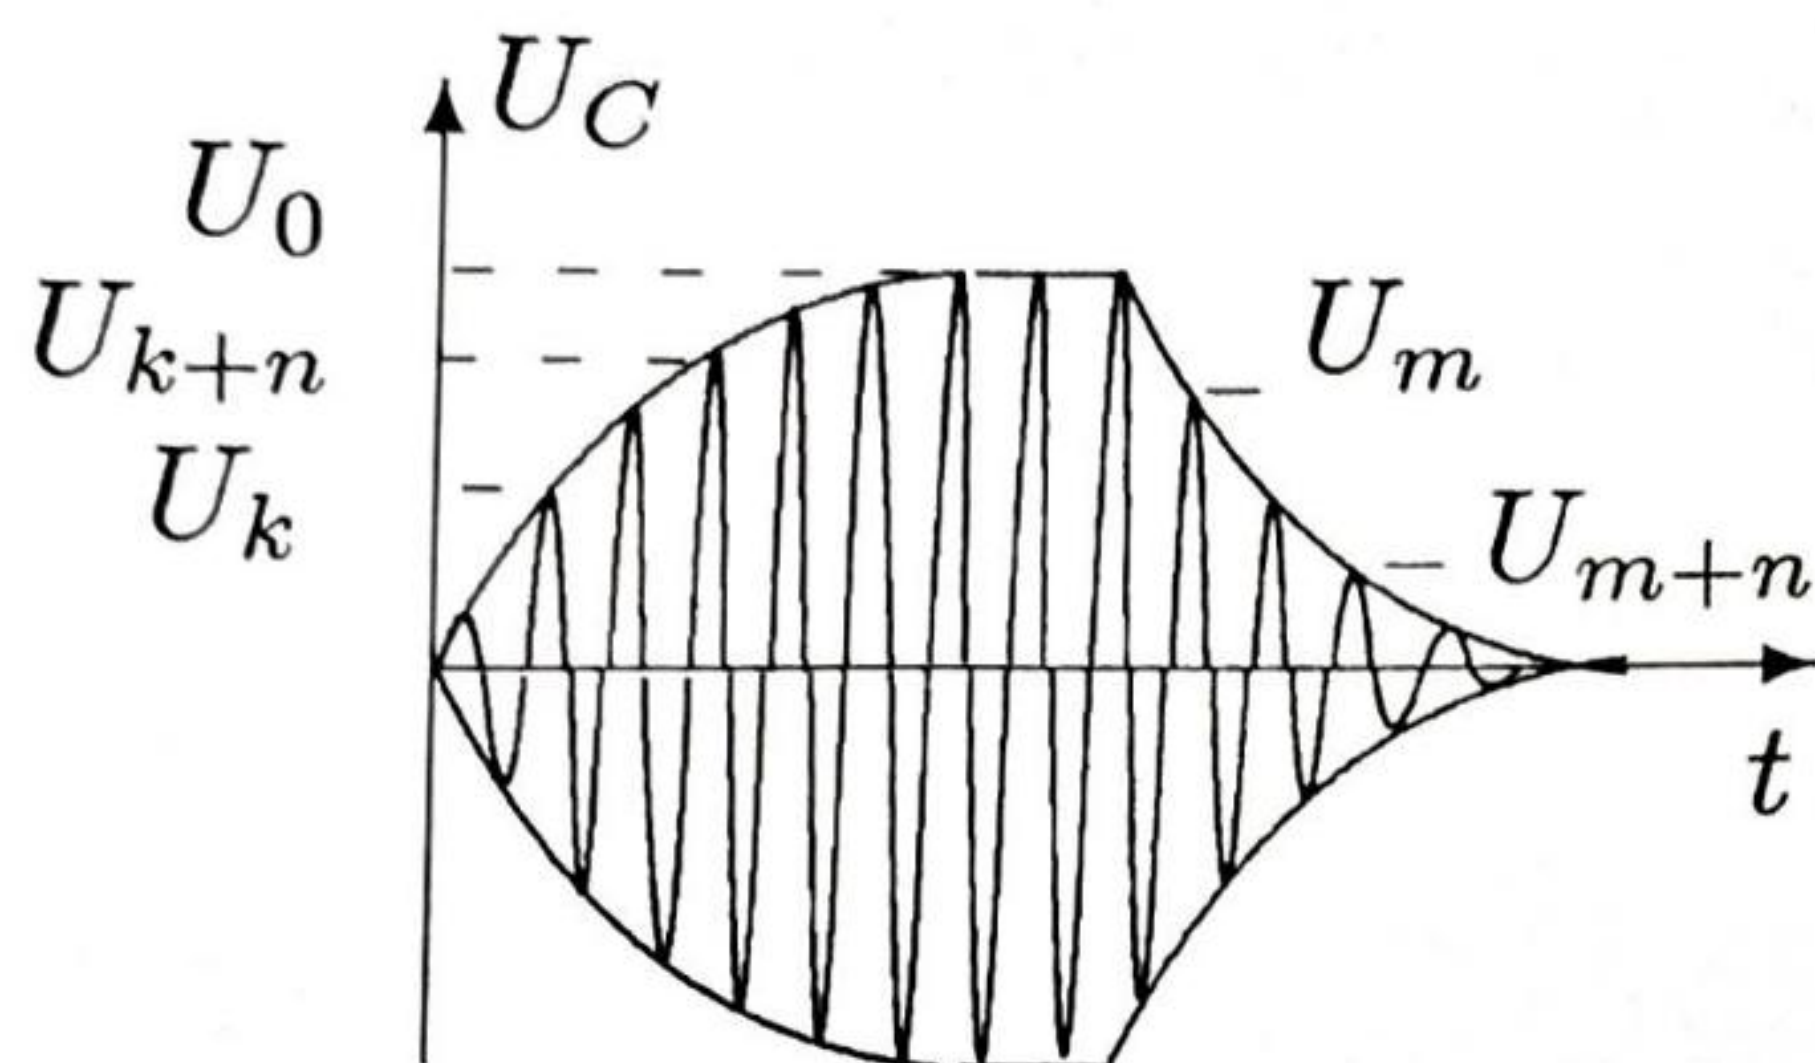

Рис. 2: Нарастание и затухание вынужденных колебаний
7. Для расчета добротности по скорости нарастания амплитуды измерьте амплитуды двух колебаний U_k и U_{k+n} , разделенных целым числом периодов n , и амплитуду установившихся колебаний U_0 (см. рис. 2). Расчет будет тем точнее, чем больше отличаются друг от друга все три амплитуды.